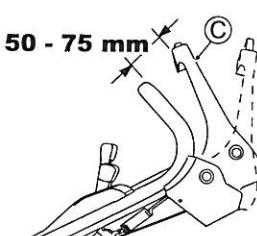

Fig. 14.
Réglez de telle façon que la lame commence à tourner lorsque la distance entre le Levier de la lame (C) et la poignée est de 50 - 75 mm, avec le bouton jaune enfoncé ainsi qu'ilustré dans la Fig. 14.